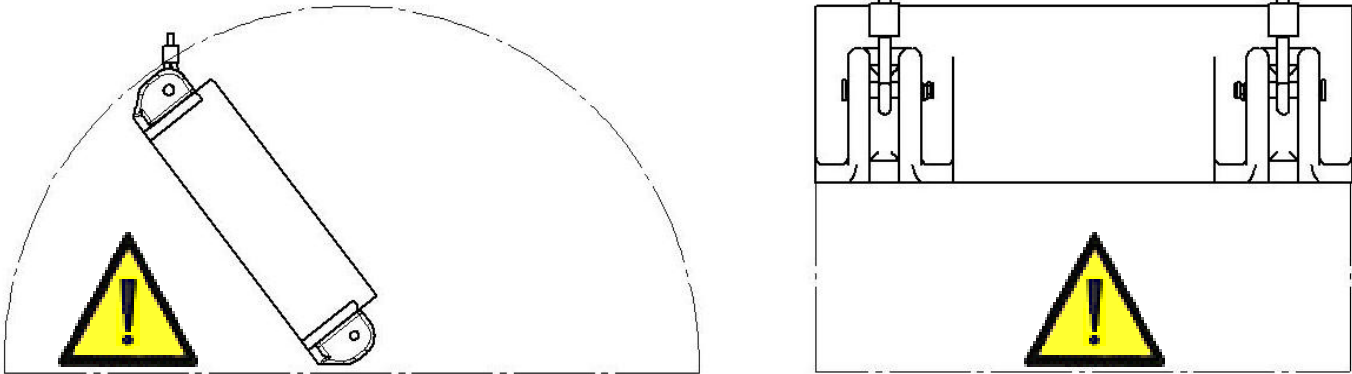

Fig.4
3.9 Während dem Heben/Bewegen/Wenden (siehe Fig. 4) darf man sich nicht in der Nähe der Ladung aufhalten bzw. durchgehen: